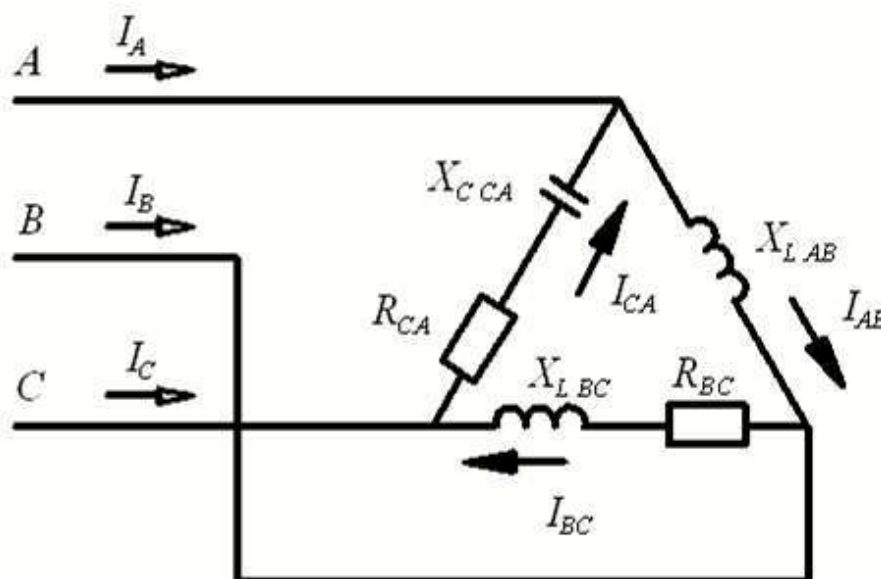

Рисунок 2 – соединение трехфазной нагрузки по схеме соединения «треугольник»
1.2 Трехфазная нагрузка, соединенная треугольником (рис. 2) имеет величину линейного напряжения: $U_L = (a + b) \times 10 \text{ В}$.